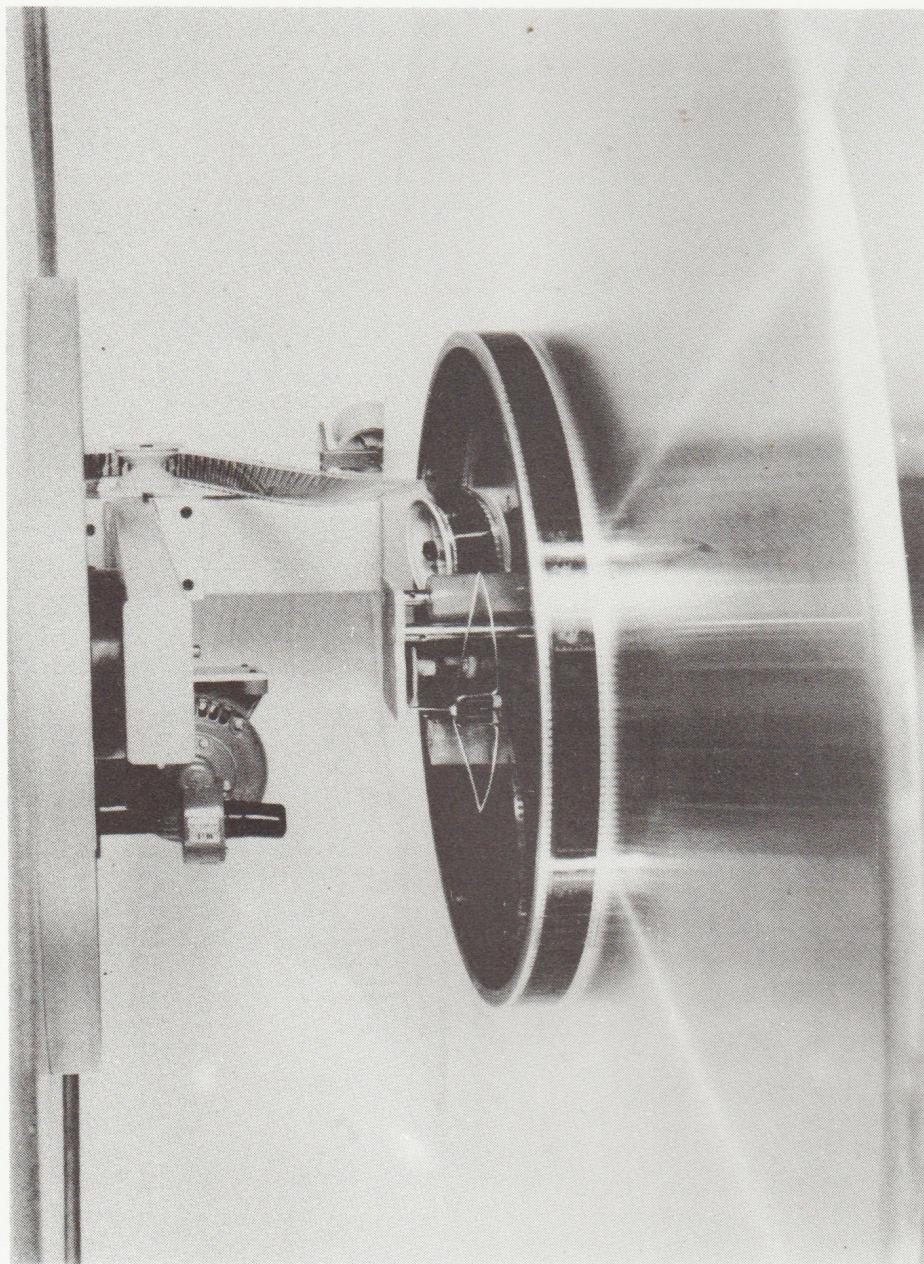

Fig. 3
- In die Mitte des oberen Tellers wird der Einstektring gesteckt (Fig. 3). Dabei soll der Kugelgriff so in den Einstektring gesteckt sein, daß zwischen den schrägen Enden des Ringes einige mm Abstand sind.
Dann wird der Einstekring auf den leeren Teller eingesteckt und in die Mitte des vollen Tellers die Abwickel-Einstekcheinheit (siehe Fig. 3). Der Stufenschalter des vollen Tellers wird auf Stellung 2 (Abwickeln) geschaltet. Die rote Kontrolllampe leuchtet. Nun muß der Film eingelegt werden. Er wird zuerst durch die Einstekcheinheit, wobei man sich nach der punktierten Linie richtet, dann über die Umlenkrolle an der Rückseite des Projektors nach oben geführt. Ist das Stück Film zu kurz, um weiter eingelegt zu werden, so kann man durch Herausziehen des Filmes durch die Einstekcheinheit den Teller zum Drehen bringen. Zieht man nicht mehr weiter, so dreht der Teller noch nach, bis die Filmschleife zur Einstekcheinheit die gewünschte Länge hat und stoppt dann automatisch. Danach wird der Filmanfang über die beiden Umlenkrollen oben auf dem Projektor, dann wieder hinunter zur Vorwickeltrommel und durch den Projektor. Von der Nachwickelrolle wird der Film über die zwei Umlenkrollen geführt, die in Höhe des leeren Tellers mit einer Schiene an der Projektorvorderwand befestigt sind - zuerst über die vordere, dann über die rückwärtige (siehe Fig. 4). Von da wird er über die Leitrolle auf dem schwenkbaren Hebel geführt und im Gegenuhrzeigersinn an dem Einstekring des leeren Tellers befestigt.
Schaltet man den Projektor, kommt die Filmtellereinrichtung ST 130 auch automatisch in Betrieb. Der volle Teller dreht sich am Anfang langsam (etwa alle 2 Sekunden eine Umdrehung) und schiebt Film nach. Seine Geschwindigkeit wird von der Gabel der Einstekcheinheit (siehe Fig. 3) geregelt. Verkleinert sich die Schleife zwischen Filmwickel und Einstekcheinheit, so wird die Gabel im Uhrzeigersinn geschwenkt. Dadurch steuert sie eine Beschleunigung des Tellers, womit auch die Schleife wieder wächst. Vergrößert sich die Schleife zu sehr dann schwenkt sie die Gabel der Einstekcheinheit im entgegengesetzten Sinn. Dadurch verringert sich die Geschwindigkeit des Tellers. So regelt sich die Abwickelgeschwindigkeit automatisch während der ganzen Vorstellung und der Abwickelteller schiebt immer so viel Film nach als durch den Projektor läuft.